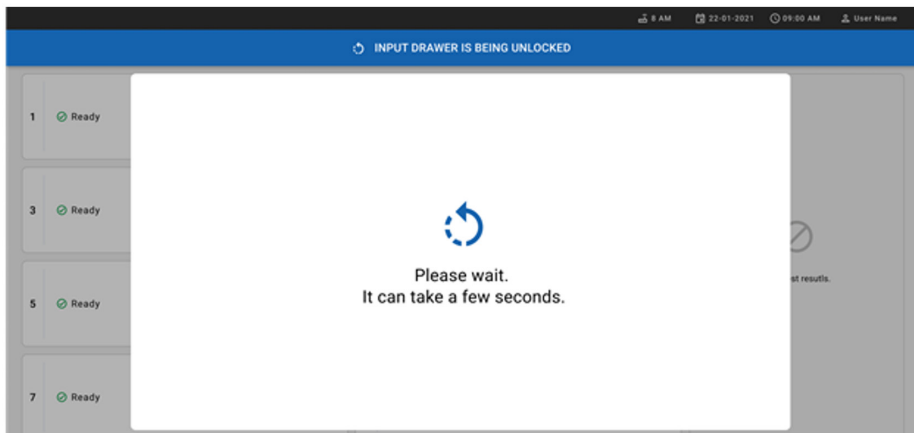

Figura 19. Caixa de diálogo Input drawer waiting (Aguardando gaveta de entrada).
5. Aguarde até que a gaveta de entrada seja destravada (Figura 19).